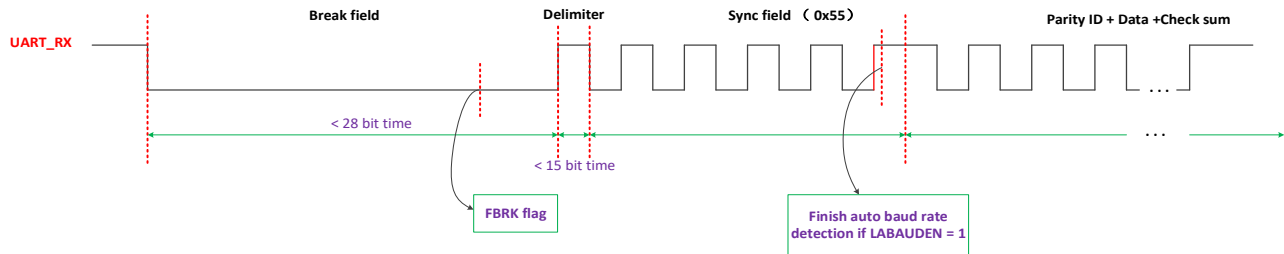

图 8-10 LIN 帧流程
如图 8-10 所示，UART LIN 只是一个软件 LIN，具有传输分隔符（break field），同步域（synchronous field）和数据。用户可以在最新的 LIN 协议中了解更多细节。图 8-10 仅描述了一个基本的帧。除基本 UART 寄存器外，用户还应更加注意 `UART_LINCR` 寄存器。在 UART 模块中，存在一个硬件逻辑单元，用于 LIN 检测，并且当 `LINEN` 配置为 1 时，就启用 LIN 功能。需要注意的是只有 UART0，UART1 支持 LIN 功能。
UART-LIN 帧流程如图 8-10 所示，接收过程参考如下步骤：
- 在分隔符位周期之后，同步域即 `0x55` 当做正常的数据接收。如果 `LABAUDEN` 配置为 1，则在 `synchronous field` 期间自动波特率检测开始运行，并且自动波特率检测操作在图 8-10 所示的第五个上升沿之后完成。但数据 `0x55` 不会存储到 RX 数据寄存器或 FIFO 中。若 `LABAUDEN` 配置为 0，则不执行自动波特率检测，数据 `0x55` 存储在 RX 数据寄存器或 FIFO 中。
为避免在发生异常情况时模块暂停，引入超时机制，如图 8-10 所示：